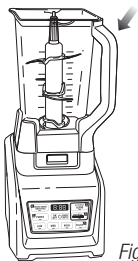
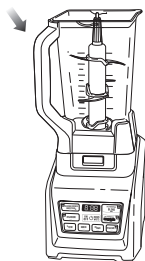

Fig. 4a
Fig. 4b
- 5 La jarra se puede colocar en la base del motor de dos formas distintas; el mango puede quedar en la esquina delantera derecha o en la delantera izquierda. (**Fig. 4a, Fig. 4b**)